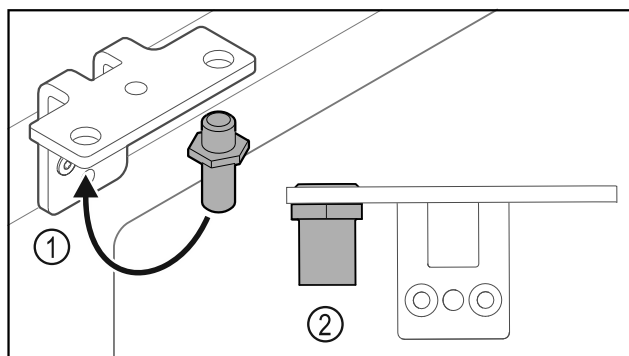

Fig. 30
- Helyezze át a csuklópántban a csapszeget Fig. 30 (1).
- Húzza meg a csapszeget Fig. 30 (2) **12 Nm-es forgatónyomatékkal**.